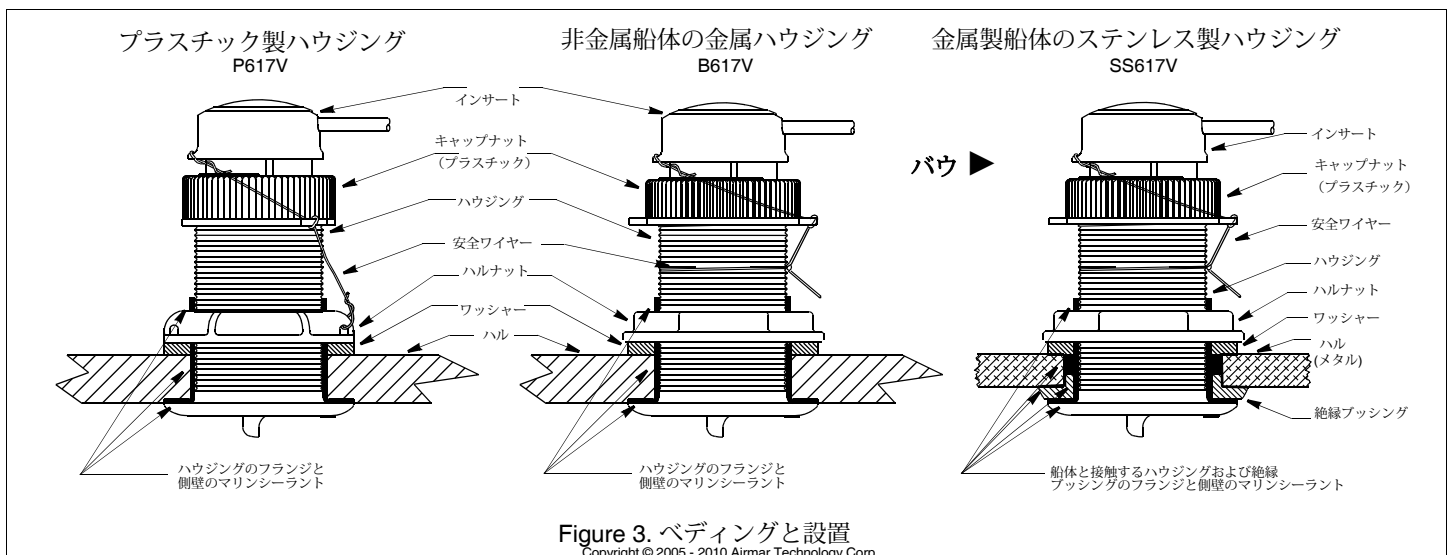

Figure 3. ベディングと設置
船体に接触するハウジングのフランジの周囲に、2mm (1/16")の厚さの海洋シーラントの層を適用し、ハウジングの側壁を持ち上げます(図3)。シーラントは、ハル、ワッシャー、ハルナットの合計厚。これにより、ねじ山にシーラントが入って船体を密閉し、船体ナットをしっかりと固定します。
1. 船体の外側から、ねじり動作を使用してハウジングを取り付け穴に押し込み、余分なシーラントを絞り出します(図3)。
3. 安全ワイヤーを取り外し、袋ナットを緩めて、ハウジングからインサートを取り外します (図3)。これにより、インサートがジャッキアップされます。ゆっくり引っ張ってインサートを取り外します。ブランキングプラグをハウジングにスライドさせて交換します。